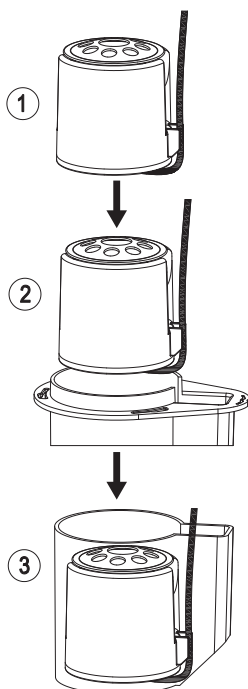

Рис.4.
7. Установите печатную плату датчика обратно согласно инструкции (рис. 4).